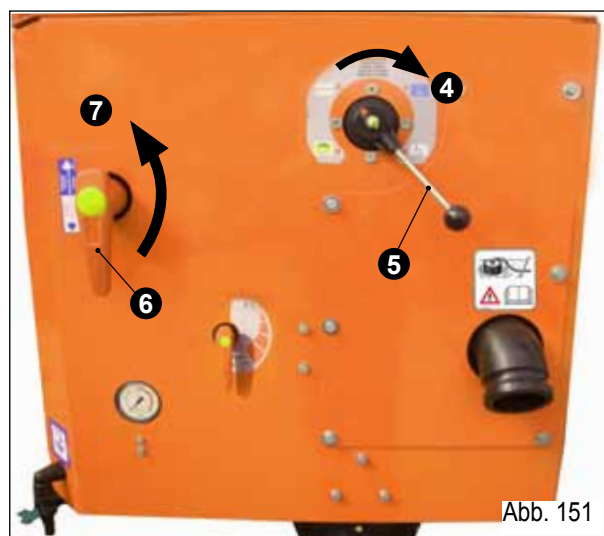

Abb. 151
- Die Tankreinigung (4) über den Hebel (5) (Abb. 151) aktivieren.
- DEVIOKIT (6) aktivieren und in Position (7) bringen.
- Aktivieren Sie die Pumpe mit circa 400 rpm und schließen Sie nach 30 Sekunden die Mischwerke. Stoppen Sie die Pumpe, bringen Sie den Hebel des Ansaugwechselschalters (2) in Arbeitsposition (8) zurück und öffnen Sie beim erneuten Pumpenstart den Hauptzulauf. Sprühen Sie mit dem offenen Gestänge in einem nicht gebrauchten Feld oder gehen Sie ggf. nochmals über das zuvor behandelte Feld.